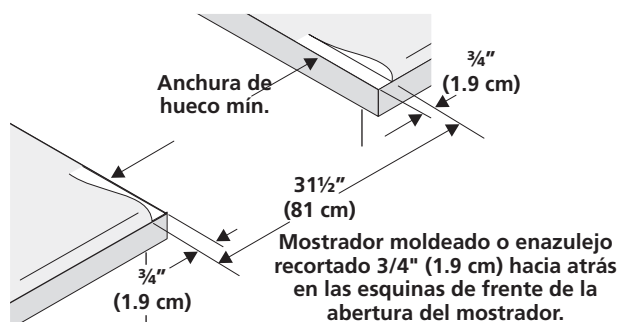

Figura 1
- El **reborde de frente de mostradores moldeados** deben tener bordes moldeados a 3/4" (1.9cm) a partir de cada extremidad de la apertura (Figura 1).
- Los **mostradores enazulejos** deberán necesitar un recorte de 3/4" (1.9 cm) a partir de cada extremidad y/o un borde redondeado aplanado (Figura 1).